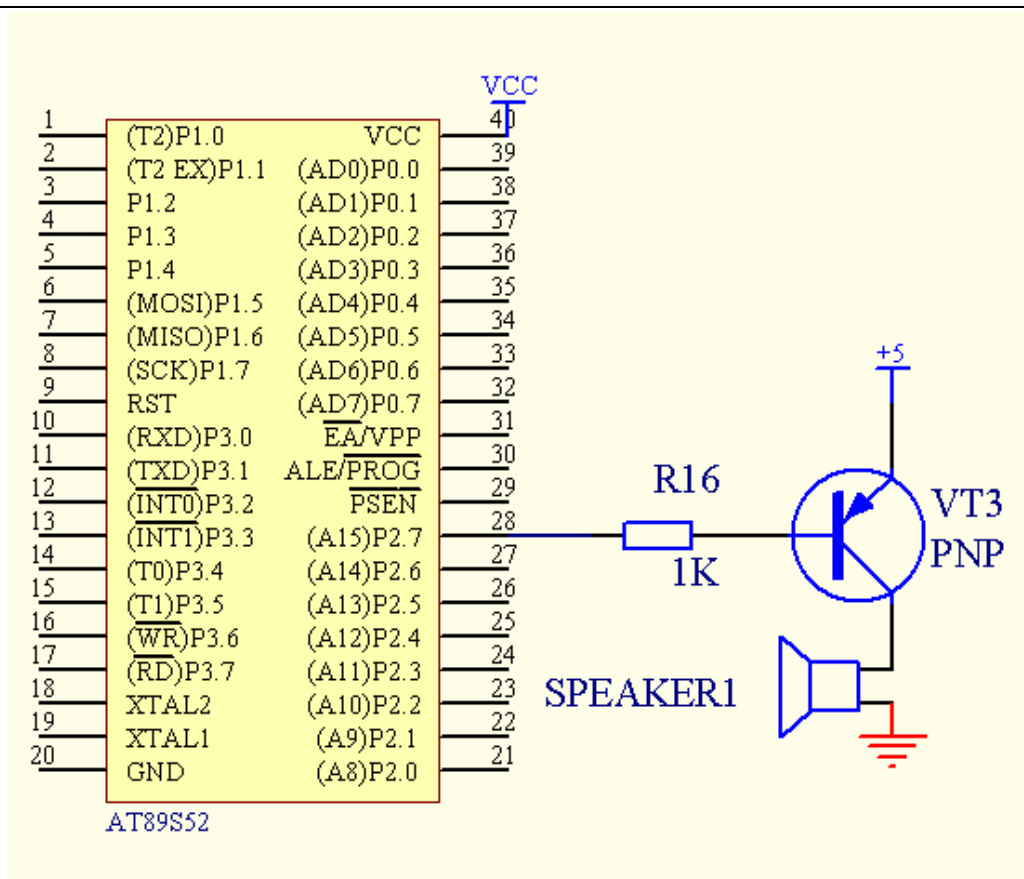

图 4-29 (实验板电路)
(1) 如图 4-30 所示为《八月桂花遍地开》的乐谱。自行建立一个工程，命名为“music”，编写其程序，利用定时器产生伴奏的音乐。其中图 4-29 为实验板的电路。